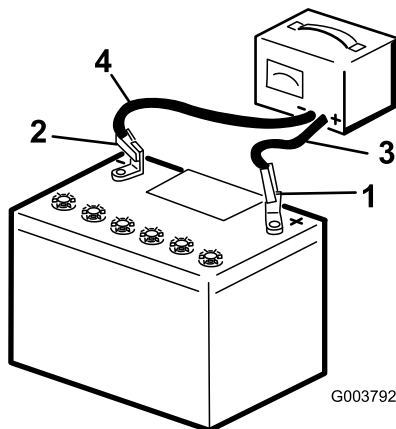

Figura 60
3. Conecte el cable positivo del cargador de la batería al borne positivo (Figura 60).
4. Conecte el cable negativo del cargador de la batería al borne negativo (Figura 60).
6. Cuando la batería esté completamente cargada, desconecte el cargador de la fuente de electricidad, luego desconecte los cables del cargador de los bornes de la batería (Figura 60).